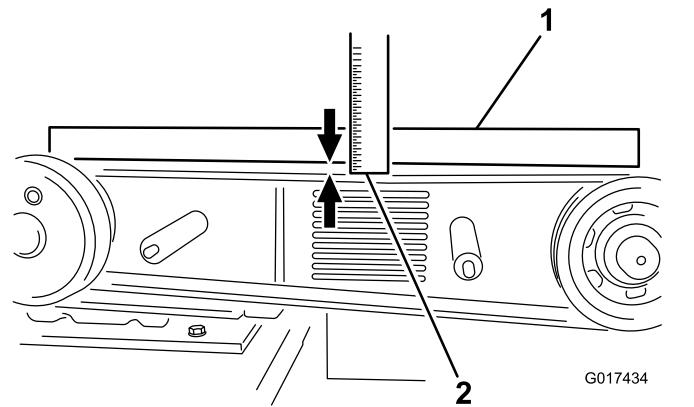

Figure 26
8. Placez une règle de vérification en travers des poulies d'embrayage et de volant moteur. Serrez le boulon de tension de la courroie de sorte à obtenir une flèche de 10 mm lorsqu'une pression de 6,8 kg est exercée au centre du brin (si vous retenez une courroie existante), ou lorsqu'une pression de 8 kg est exercée sur une courroie neuve (Figure 26).